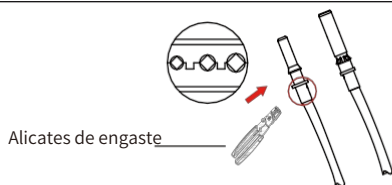

Imagen 3.4: Engarce la clavija de contacto al cable
b) Engarce los terminales metálicos con unos alicates de engarce, tal y como se muestra en la imagen 3.4.